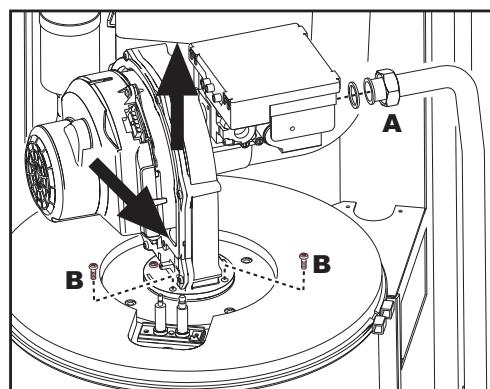
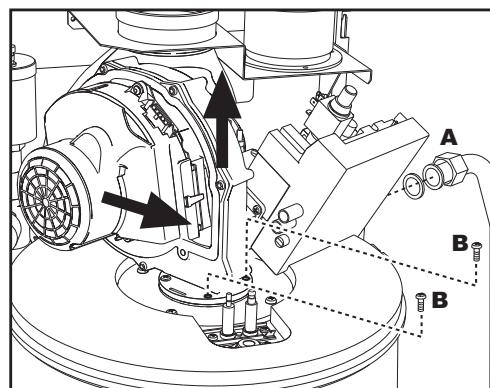

fig. 54 - modello ENERGY TOP B 80 - 160
fig. 55 - modello ENERGY TOP B 125 - 250
4. Allentare il girello "A" di fissaggio della valvola gas (fig. 54 e fig. 55).
5. Svitare le due viti "B" di fissaggio e sfilare il gruppo ventilatore come indicato in fig. 54 per il modello ENERGY TOP B 80 - 160 e in fig. 55 per il modello ENERGY TOP B 125 - 250.